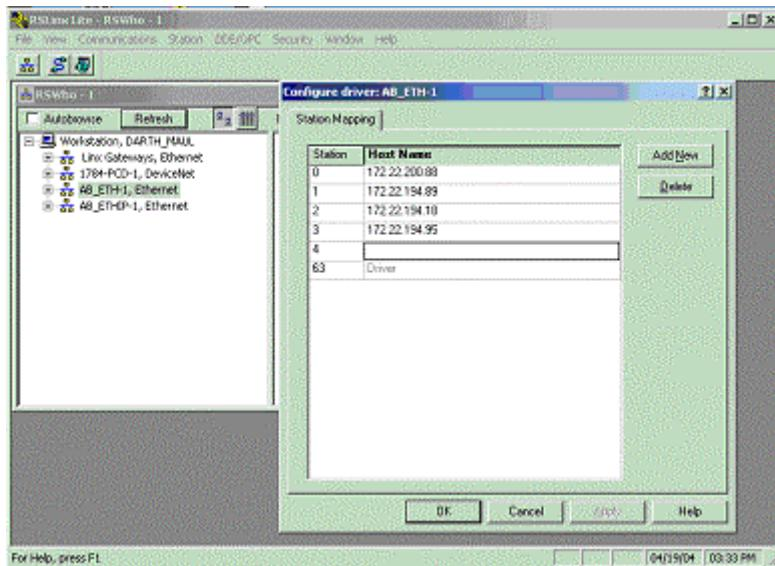

图 A.1 设定驱动程序
3. 在 RS-Linx 中设定 AB_ETH 驱动程序。设定画面为图 A.1 所示的画面。